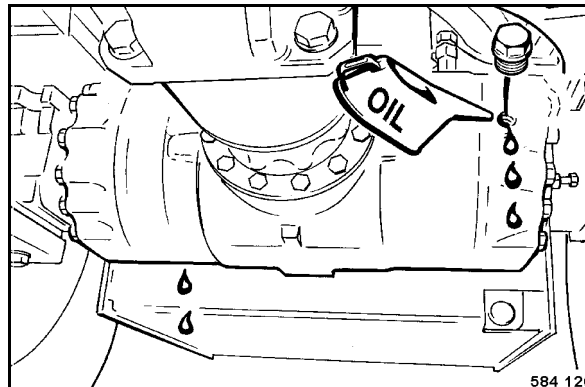

fig. 165
- Remplir l'huile par les orifices de vérification jusqu'au bord inférieur des orifices (fig. 165).